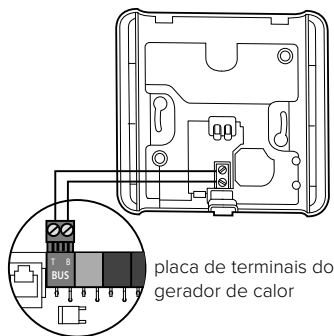

Fig. 13
- Ligar os cabos do Sensor Ambiente ao terminal BUS na placa de terminais dedicada do gerador de calor (Fig. 13).